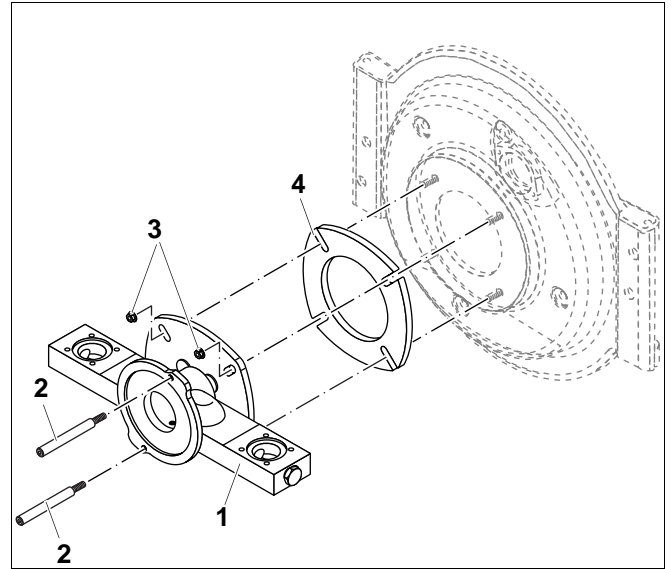

Рис. 69 Демонтаж смесительного устройства газ/воздух
- Отверните две шпильки (рис. 69, поз. 2).
- Рожковым ключом отверните четыре гайки (рис. 69, поз. 3).
- Замените смесительное устройство газ/воздух (рис. 69, поз. 1).
- При монтаже замените фланцевое уплотнение (рис. 69, поз. 4) на новое.